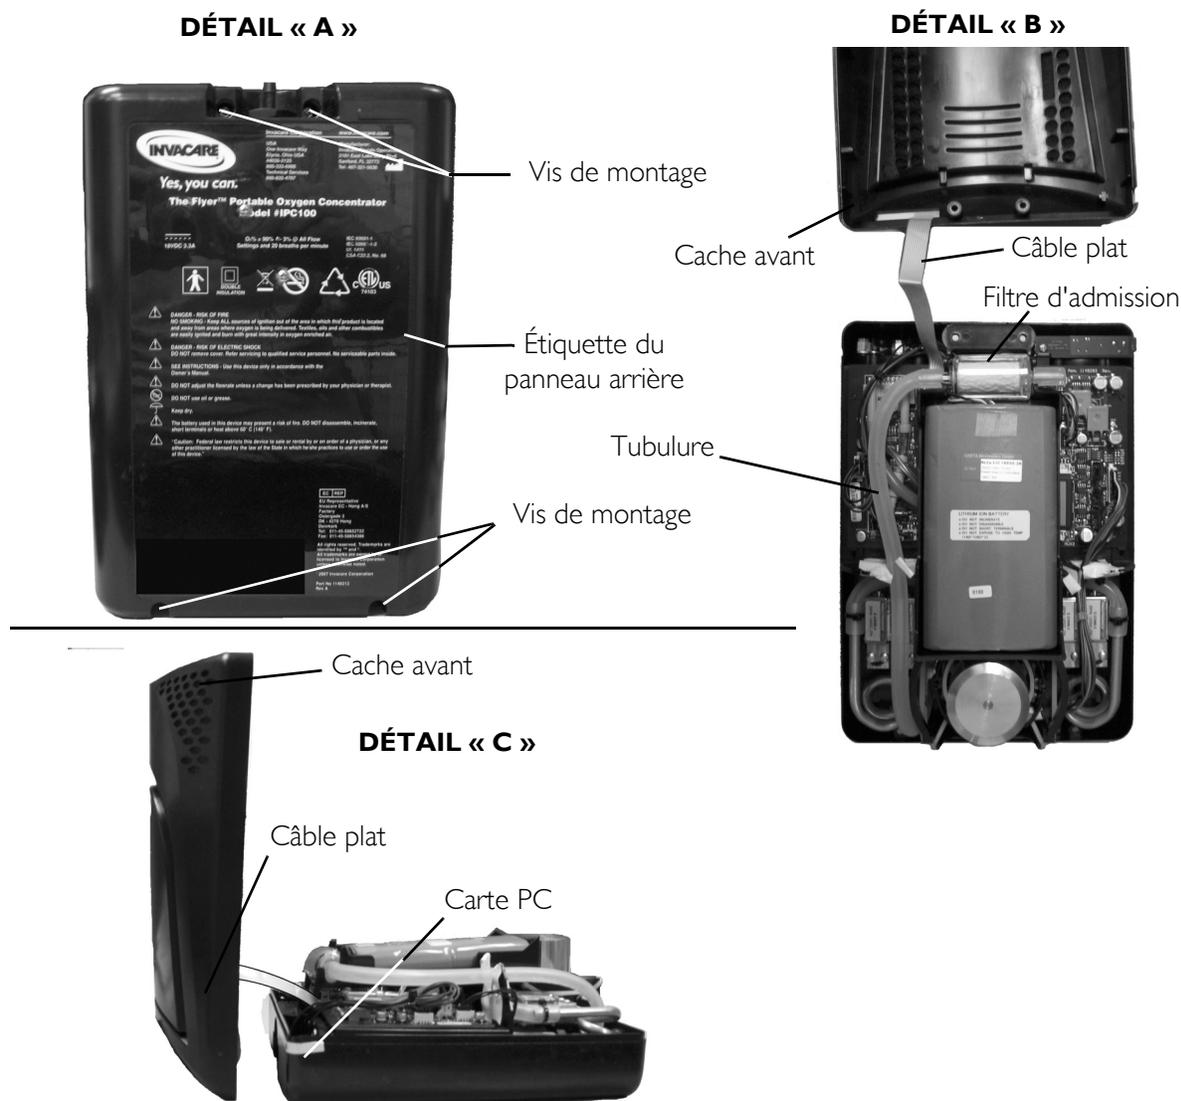

FIGURE 2.3 Retrait du cache avant
REMARQUE : Pour cette procédure, voir FIGURE 2.2 et FIGURE 2.3 à la page 11.
2. Positionnez le XPO₂ de sorte à ce que le panneau arrière soit orienté vers le haut (Détail « A » de la FIGURE 2.3).
3. Retirez les quatre vis de montage du panneau arrière du XPO₂ à l'aide d'un tournevis T15 Torx[®] (Détail « A » de la FIGURE 2.3).
- Soulevez doucement le cache avant en veillant à ne pas endommager le câble plat (Détail « B » et Détail « C » de la FIGURE 2.3).
- Installez et orientez le nouveau filtre dans le support (Détail « B » de la FIGURE 2.3).
REMARQUE : Pour cette procédure, voir FIGURE 2.3 à la page 11.
4. Maintenez l'appareil et positionnez le XPO₂ de sorte à ce que le panneau arrière soit orienté vers le haut (Détail « A » de la FIGURE 2.3).
5. Remettez les quatre vis de montage et fixez les deux parties du XPO₂ ensemble (Détail « A » de la FIGURE 2.3). Vissez à fond.